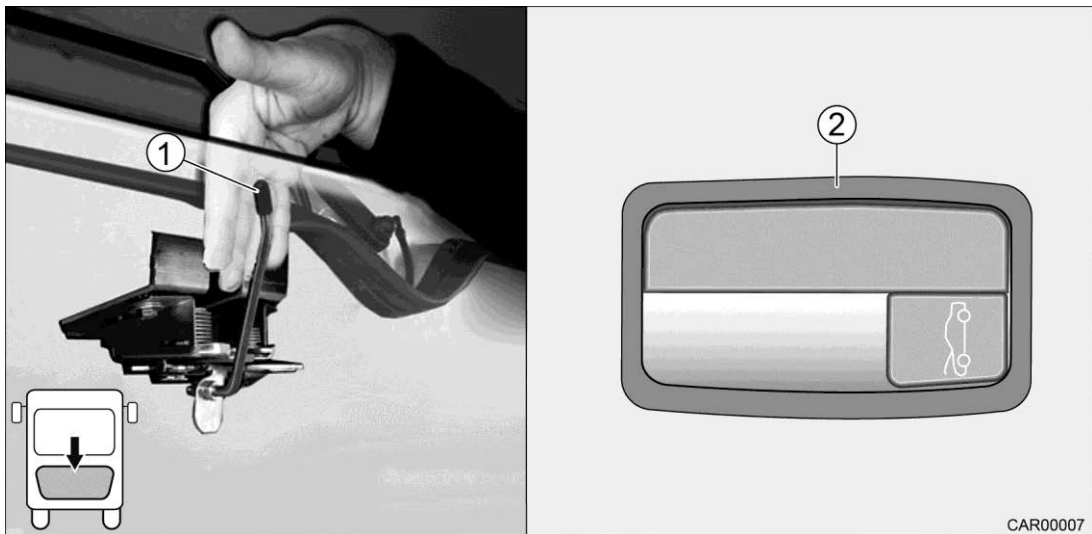

Fig. 12 Ouvrir le capot moteur
1. Déverrouiller le capot moteur avec le levier (Fig. 12/2) à gauche sous le tableau de bord.
2. Glisser le levier de sécurité (Fig. 12/1) derrière le capot moteur vers la gauche pour débloquer le verrouillage.